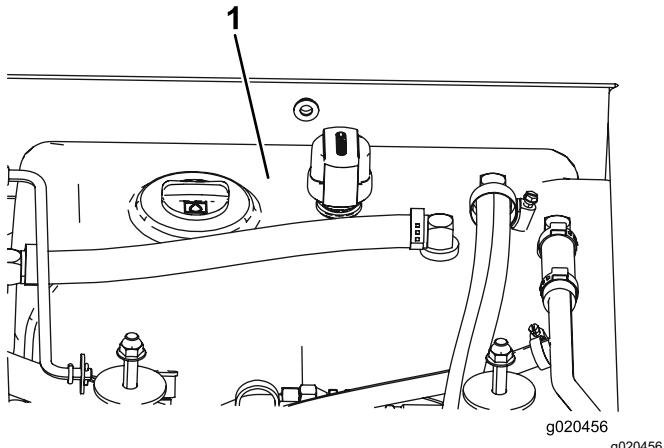

Figura 118
4. Llene el depósito (Figura 118) con fluido hidráulico; consulte Comprobación del fluido hidráulico \(página 84\).